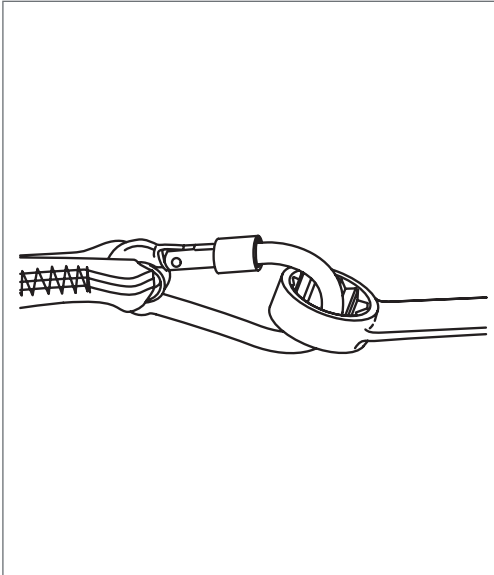

Abb. 1
1. Befestigen Sie den Karabiner am Befestigungspunkt eines Werkzeugs und achten Sie darauf, dass der Karabiner verriegelt ist. (Abbildung 1)
1. Befestigen Sie einen Karabiner an einem Ende des Werkzeughaltegurts am Befestigungspunkt eines Werkzeugs und achten Sie darauf, dass der Karabiner verriegelt ist. (Abbildung 1)